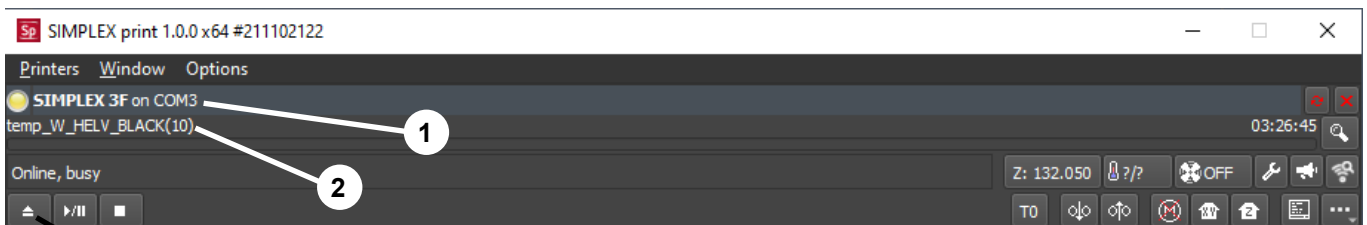

Fig. 67
- ◆ Il SIMPLEX viene visualizzato nella linea di stato (1, Fig. 67).
⇒ Selezioni e carichi il codice G cliccando sul pulsante load (3, Fig. 67).
- ◆ il nome del file corrispondente viene visualizzato nella riga di stato (2, Fig. 67)